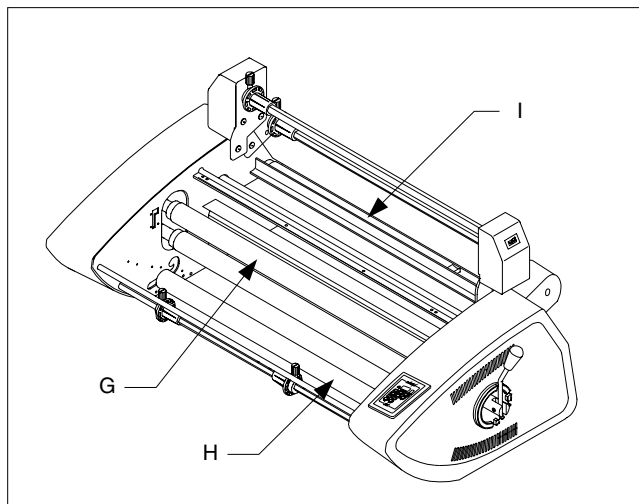

Fig. 4
G. HEAT ROLLERS: Silicone rubber coated steel tubes heat the laminating film and compress the heated film to the items being laminated. Heat is provided by an internal heating element. The heat rollers are motor driven for ease of loading new film (Figure 4).
H. IDLER BAR: The idler bars, located near each supply roll, are used to direct the film to the heat rollers. The bottom Idler Bar is movable to ease film loading (Figure 4).
I. PULL ROLLERS: The pull rollers, located at the back of the laminator, are motor driven. They simultaneously pull the film and improve the quality of the laminated item (Figure 4).
G. HEISSWALZEN: Stahlrohre mit Silikon-Gummibelag. Diese erhitzen die Laminierfolie and drücken die heiße Folie auf die zu laminierenden Artikel. Die Hitze wird durch ein eingebautes Heizelement geliefert. Die Heißwalzen werden motorisch angetrieben, womit das Einführen neuer Folien erleichtert wird (Abb. 4).
H. LEITSTANGE: Mit den Leitstangen, die sich in der Nähe der Spulen befinden, wird die Folie zu den Heißwalzen geleitet. Die untere Leitstange ist beweglich, womit das Einführen neuer Folien erleichtert wird (Abb. 4).
I. ZUGWALZEN: Die Zugwalzen auf der Rückseite des Laminiergeräts werden motorisch angetrieben. Sie dienen dazu, die Folie zu ziehen und gleichzeitig die Qualität des laminierten Artikels zu verbessern (Abb. 4).
G. WARMTEROLLERS: Dit zijn stalen buizen met een coating van siliconenrubber, die de lamineerfilm verhitten en deze tegen de te lamineren documenten drukken. De warmte wordt geleverd door een intern verwarmingselement. De warmterollers worden aangedreven door een motor, zodat invoeren van nieuwe film eenvoudig is (zie afb. 4).
H. VRIJLOOPROL: De vrijlooprollen die zich bij de toevoerrollen bevinden, worden gebruikt om de film naar de warmterollers te leiden. De onderste vrijlooprol is uitneembaar om het laden van de film te vergemakkelijken (zie afb. 4).
I. TREKROLLERS: De trekrollers, die zich aan de achterzijde van de laminator bevinden, worden door een motor aangedreven. Ze zorgen er voor dat de film door het apparaat wordt getrokken en de kwaliteit van het gelamineerde document wordt verbeterd (zie afb. 4).
G. ROULEAUX CHAUFFANTS: tubes en acier recouverts de caoutchouc siliconé, utilisés pour chauffer le film de plastification et le faire adhérer par pression sur les documents à plastifier. La chaleur est dégagée par un élément chauffant interne. Les rouleaux chauffants sont actionnés par un moteur pour faciliter le chargement de nouvelles bobines (Figure 4).
H. BARRES DE TRANSFERT: Ces barres de transfert, situées près de chaque rouleau d'alimentation, permettent de diriger le film vers les rouleaux chauffants. La barre de transfert inférieure est amovible pour faciliter le chargement des bobines de film (Figure 4).
I. ROULEAUX D'ENTRAÎNEMENT: les rouleaux d'entraînement, situés à l'arrière de la plastifieuse, sont actionnés par un moteur. Ils entraînent le film et améliorent la qualité de plastification (Figure 4).